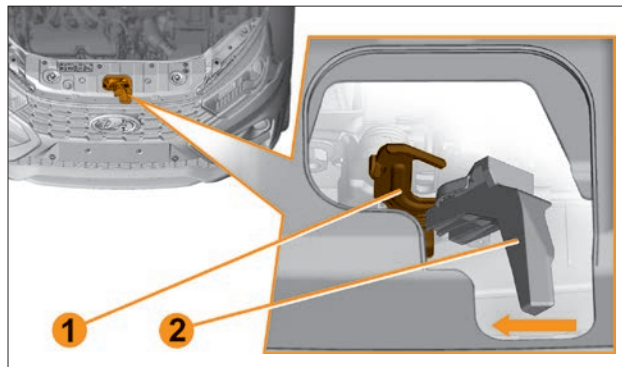

Рис. 6.2.2. Предохранительный крюк замка капота
2. Слегка приподнимите капот и под передним краем капота нащупайте ручку 2 (рис. 6.2.2) предохранительного крюка 1. Сдвиньте ручку 2 справа-налево вдоль кромки решетки радиатора и освободите крюк 1.